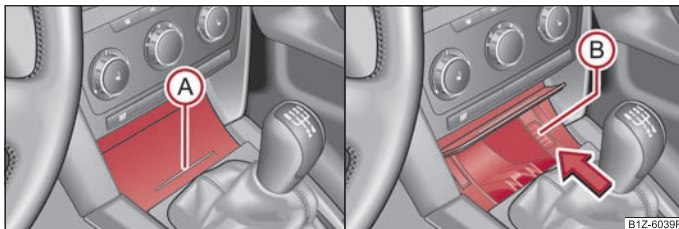

Fig. 68 Consola centrală: Scrumiera / Scoaterea scrumierei
- Apăsați pe partea inferioară a capacului scrumierei - vezi poziția (A) ⇒ fig. 68.